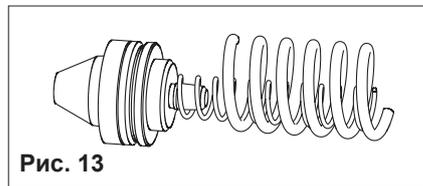

Рис. 13
- извлечь большую пружину и блок регулирующий клапан/ маленькая пружина (рис. 13);